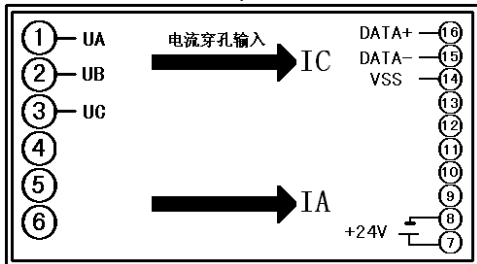

图 3.2.4 三相三制 S5 型 RS-485 接口接线参考图
3.2.4.4、三相三线制 S5 型产品（两表法）接线参考图(电流穿孔输入， Φ 11mm，最大 100A),见图 3.2.4。